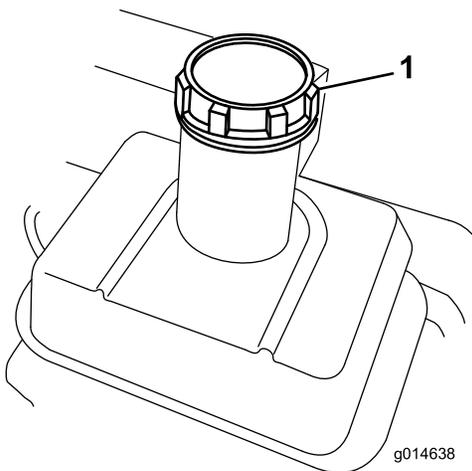

図 20
1. 燃料キャップ（図 20）の周囲をきれいに拭いてキャップ外す。無鉛ガソリンをフィルタ・スクリーンの下まで給油する。入れすぎないこと。